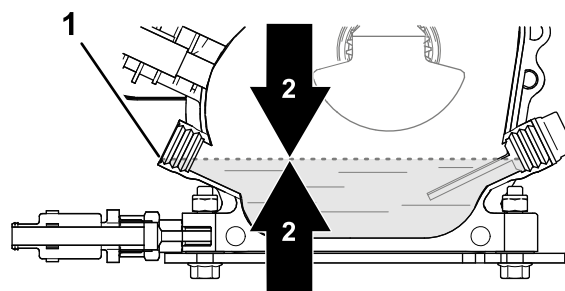

Figure 28
4. Contrôlez le niveau d'huile (Figure 28).